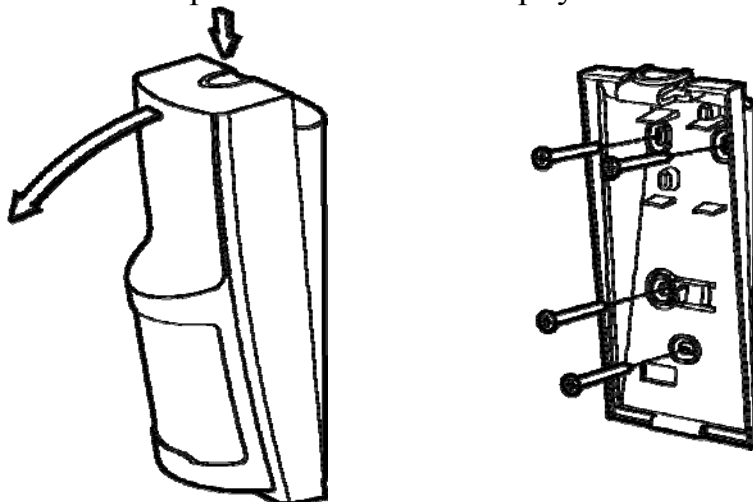

Рисунок 4
- отсоединить основание корпуса извещателя от крышки, нажав на защелку сверху (рисунок 4);